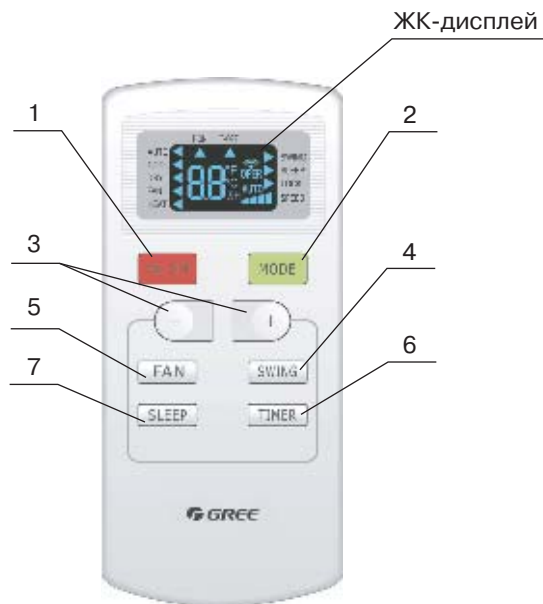

Рис. 5.1
### 5.1 ПУЛЬТ УПРАВЛЕНИЯ (РИС. 5.1)
- Для управления кондиционера применяется инфракрасный дистанционный пульт (рис. 5.1).
- Комментарии к рис. 5.1 см. таблицу 5.1.